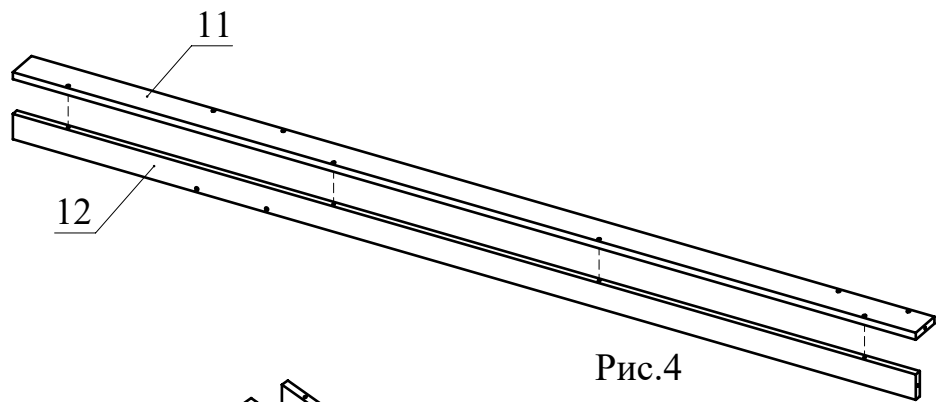

Рис.4
5. Соедините при помощи конфирматов деталь 11 с деталью 12 (Рис. 4).